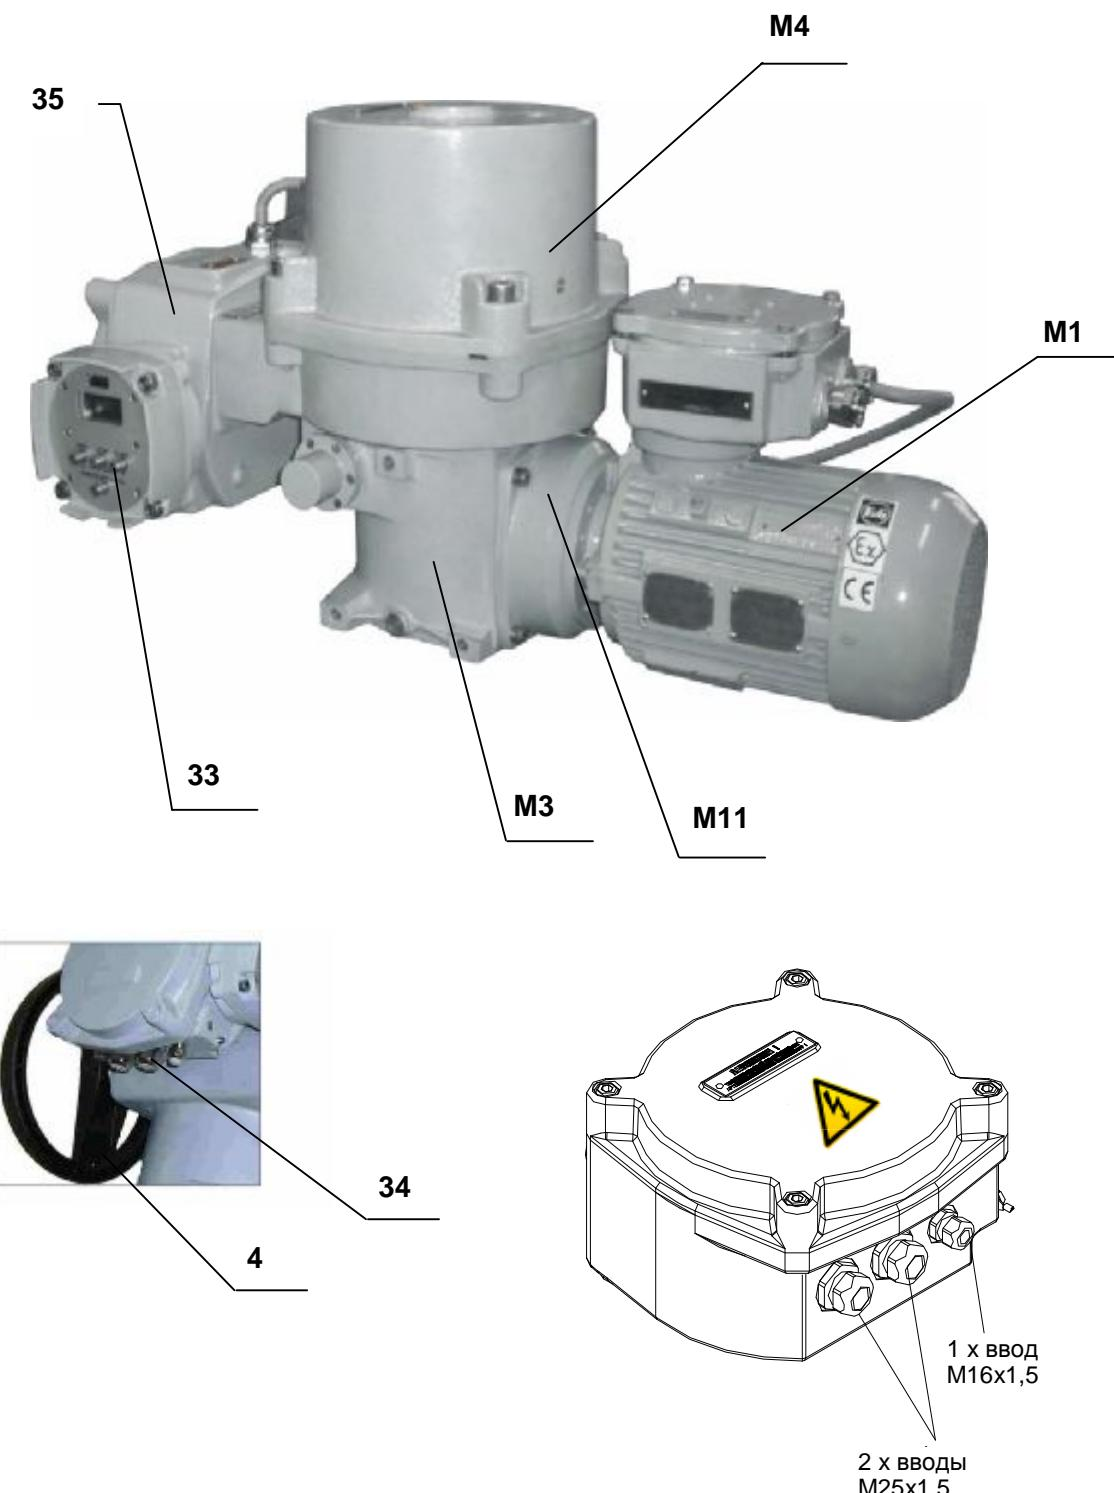

Рис. 1 – МО 3-Ex / МО 4-Ex
ЭП МО-Ex состоят из следующих модулей (рис.1, 1а):
Рис. 1 а – МО 5-Ex
Модуль M4 – шкаф управления (рис. 1,1а)
- электрическое включение через клеммные колодки (**Ex e IIC T4**), расположенные в пространстве шкафа клеммной колодки (35) (рис.1,1а) и кабельных концевых втулок (34) (рис.1,1а)
- модуль местного электрического управления (33) (рис.1,1а) (для спецификации ЭП) помещен на шкафе клеммной колодки.